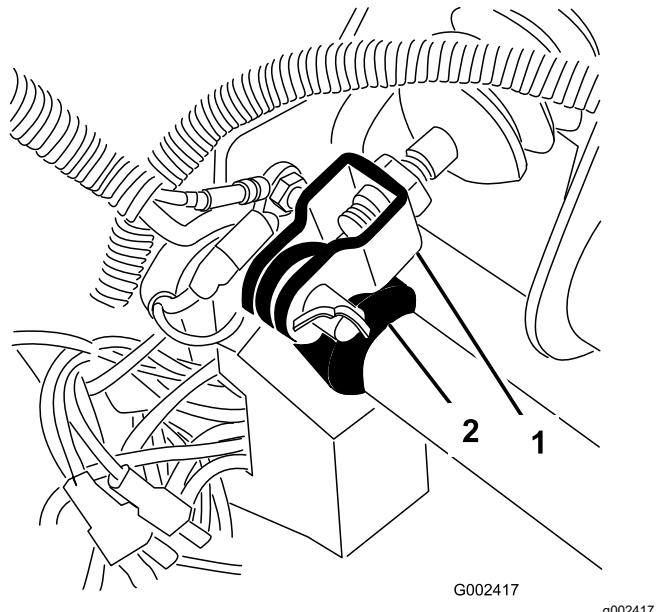

Figure 65
1. Retirez la goupille fendue et l'axe de chape qui fixent la chape du maître-cylindre au pivot de la pédale de frein (Figure 65).